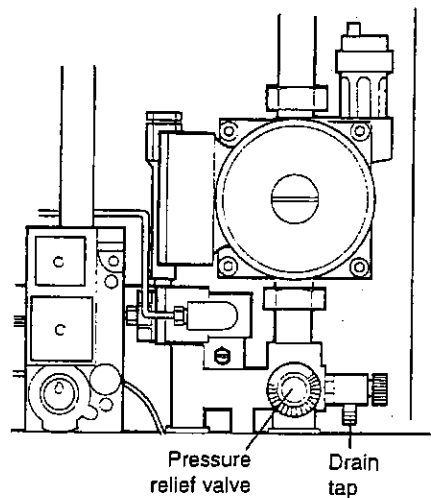

Fig. 32
8.29 PRESSURE RELIEF VALVE OR DHW INLET MANIFOLD - Fig. 32